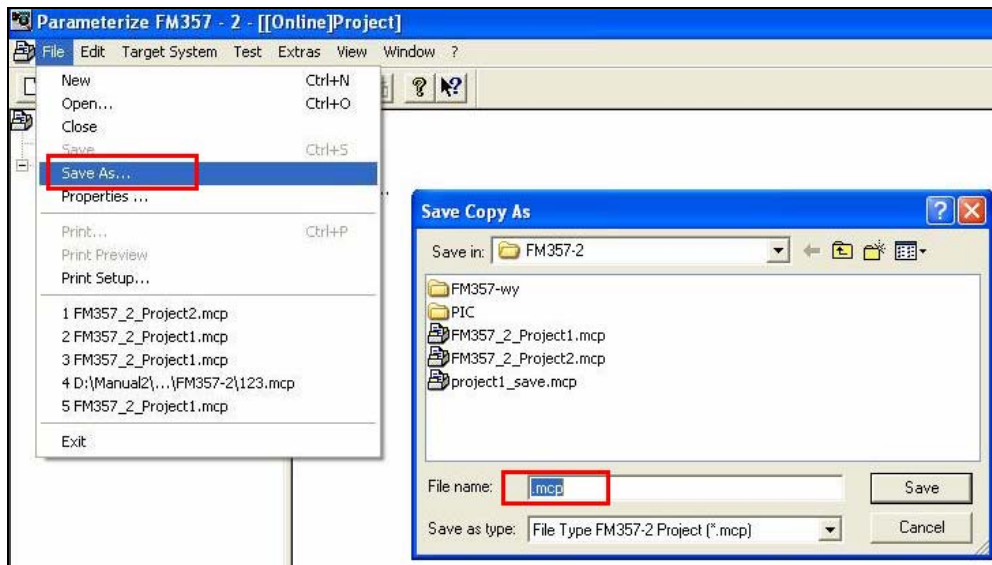

图 12 项目备份
5) 为了便于以后离线修改和项目备份，可以通过“File”→“Save as”将 MD 参数保存为文件，文件格式为“.MCP”（图 12）。